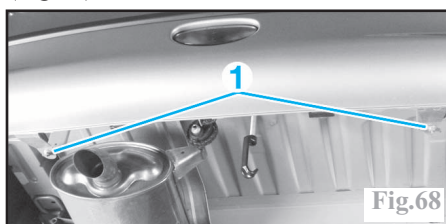

Fig.68
Déposer les écrous de fixation (1) (Fig.68).